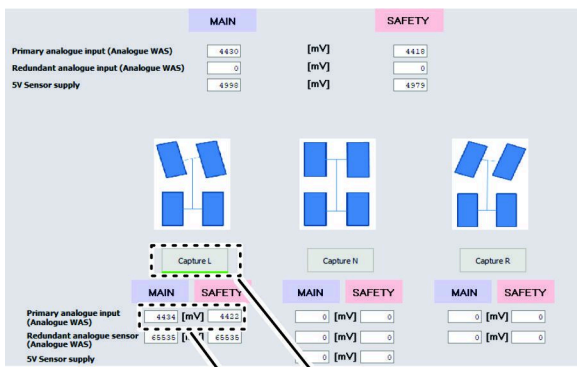

Bild 148
4. Klicken Sie auf das Symbol CAPTURE L [Links erfassen] (Bild 148).